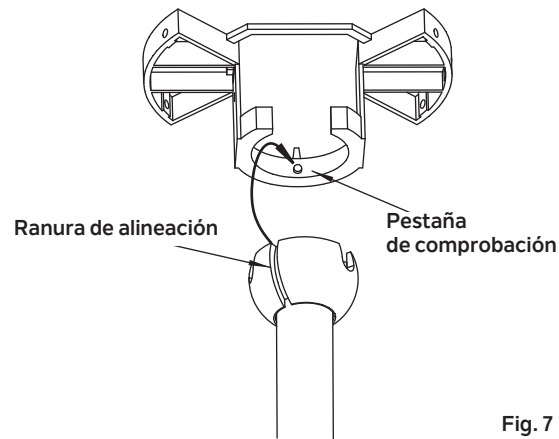

Fig. 7
Paso 7. Coloca la esfera del tubo bajante dentro del soporte de montaje colgante. (Fig. 7)